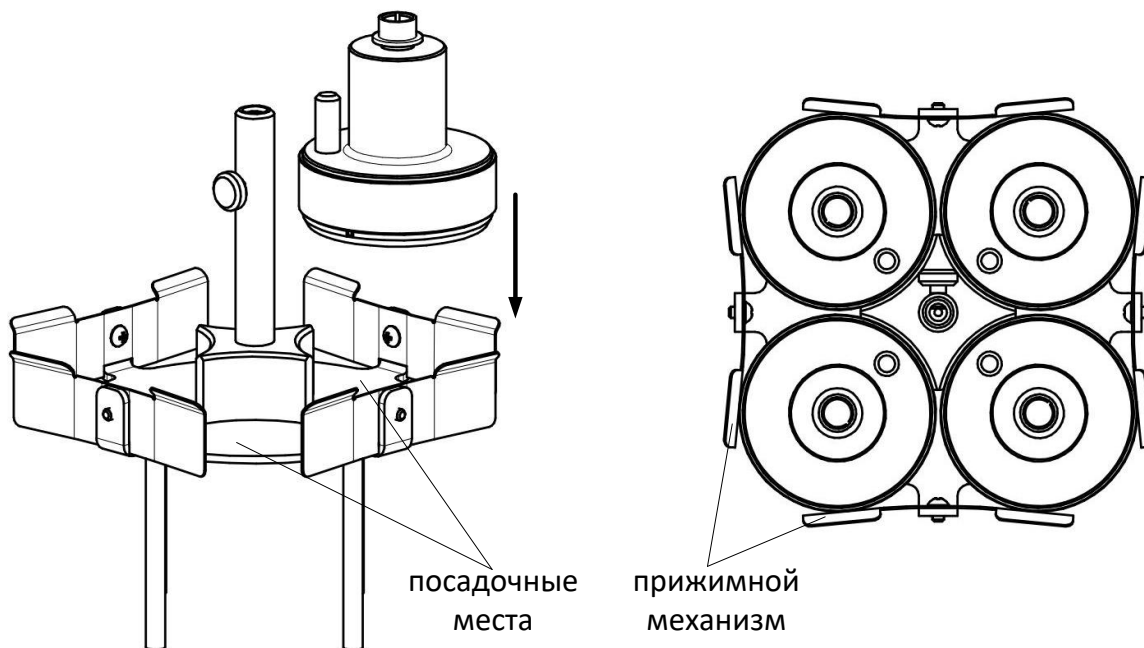

Рисунок 29 – Подготовка к проверке погрешности измерения температуры - Шаг 2
5.8.3 Установить кольца в посадочные места и зафиксировать прижимными механизмами (см. рисунок 29). Индикаторы положения тензодатчика должны быть обращены к центру калибровочного приспособления.
5.8.5 Установить Калибровочное приспособление в климатическую камеру, подключить кольца к кабелям. Убедиться, что в местах контакта калибровочного приспособления с кольцами (см. рисунок 29) нет зазоров.